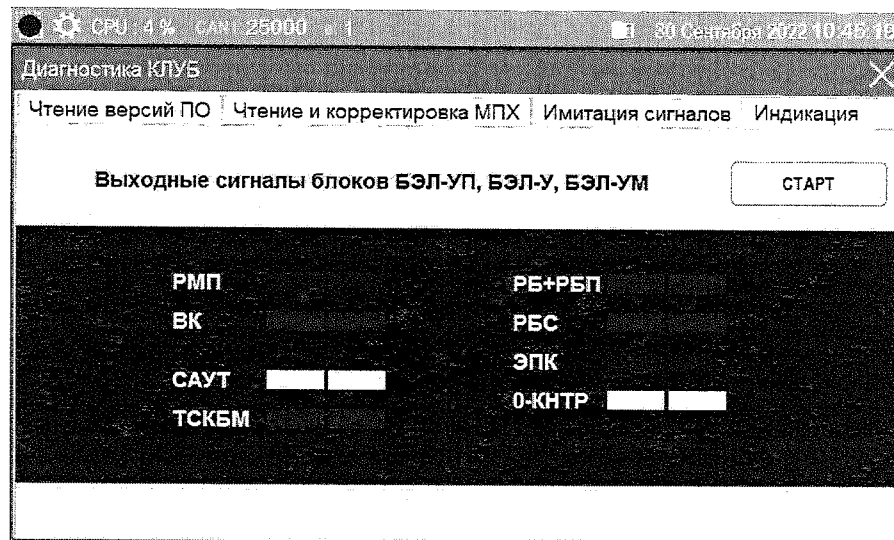

Рисунок 62
1.5.21.3 Во вкладке «Индикация» отображаются выходные сигналы формируемые блоками БЭЛ-У, БЭЛ-УП, БЭЛ-УМ из состава аппаратуры КЛУБ-У, КЛУБ-УП (рисунок 62):